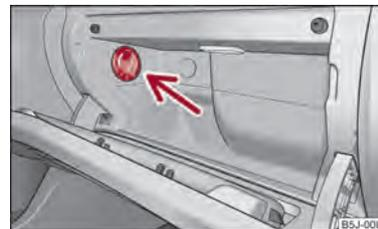

Abb. 68 Ablagefach: Bedienung der Kühlung
- Mit dem Drehschalter ⇒ Abb. 68 schalten Sie die Kühlung ein bzw. aus.